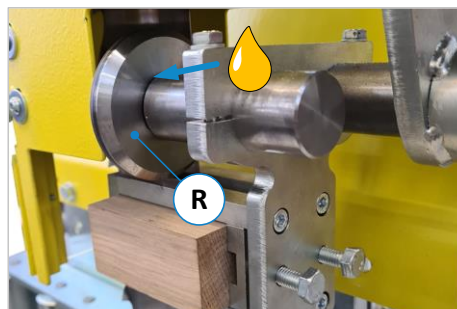

Figure 90 : lubrifier le rouleau de dossier
- Mettez quelques gouttes d'huile spéciale dans la surface de roulement de l'axe du rouleau (voir ⇨ Figure 90).